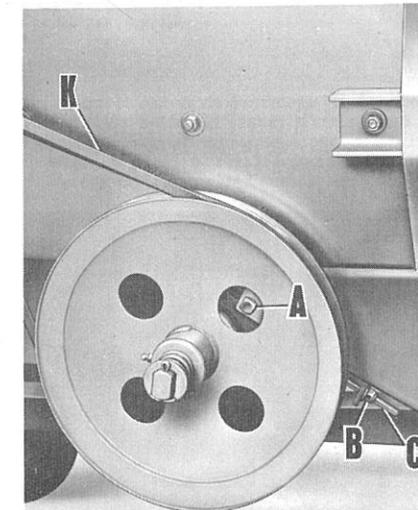

Fig. 26. Réglage de la tension de la courroie du pick-up.
(K, Fig. 26)
Après que la presse a fonctionné pendant un certain temps, on peut juger nécessaire de procéder à un ajustement pour compenser l'allongement subi par la courroie d'entraînement du pick-up (K, Fig. 26). On peut procéder comme suit à cette opération:
1. Desserrer les quatre boulons fixant le dispositif de commande (A, Fig. 26 représente l'un de ces boulons).
2. On peut alors, en tournant l'écrou (B, Fig. 26) du boulon (C, Fig. 26), avancer ou reculer l'ensemble du dispositif de commande jusqu'à ce que la courroie soit convenablement tendue.